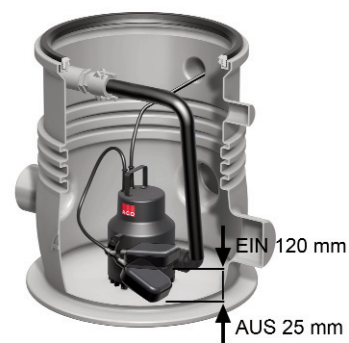

Abb. 22
- Die Funktion des Schwimmers kann durch Anheben und Senken geprüft werden. Für ein einwandfreies Arbeiten der Pumpe ist ein Mindestwasserstand von 120 mm notwendig. Die Absaugung erfolgt bis auf einen Wasserstand von 25 mm (Abb. 22).